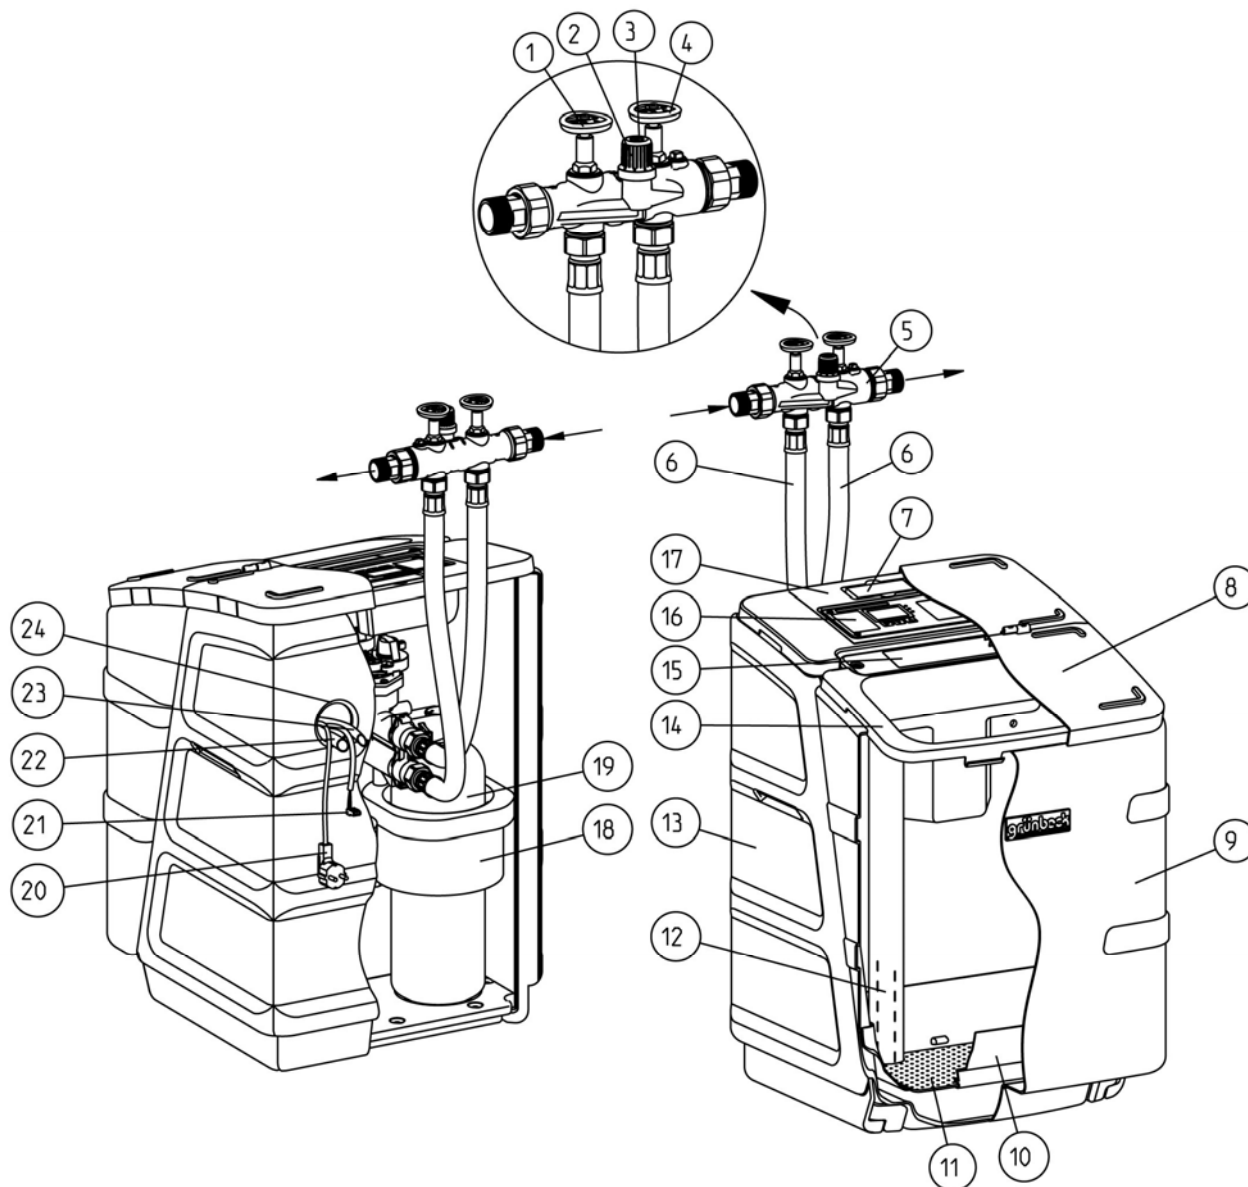

Fig. C-2 : Composants du Weichwassermeister® GSX
Il nous est possible de traiter vos requêtes ou commandes plus rapidement lorsque nous connaissons les indications reprises sur la plaque signalétique (Fig. C-2, pos. 15) de votre adoucisseur d'eau. Veuillez donc compléter la liste suivante pour toujours avoir les données nécessaires sous la main.